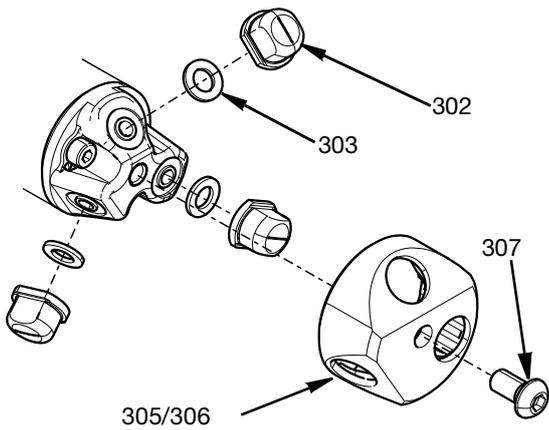

FIG. 9
- a. Снимите колпачок сопла (305/306) с установленными соплами (302), открутив винт с полусферической головкой M6 (307).
- b. После этого можно снять уплотнение (303). См. FIG. 9